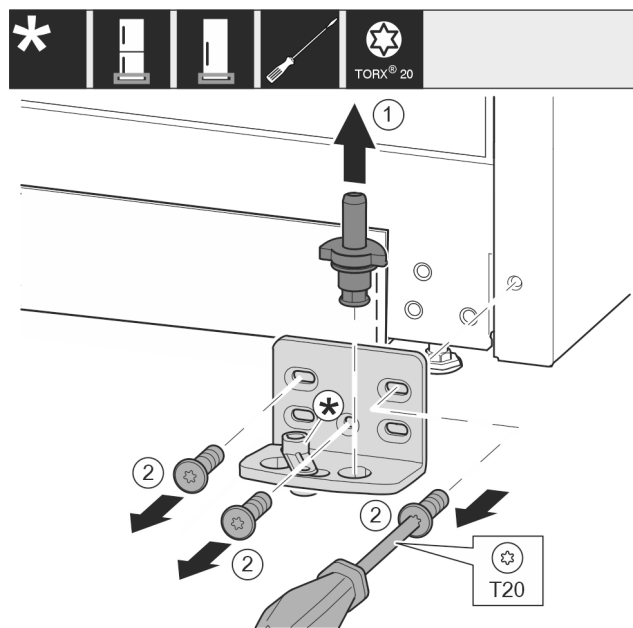

Fig. 44 *
- Ložiskový čep Fig. 44 (1) celý vytáhněte nahoru.*
- Šroubovákem vyšroubujte šrouby Fig. 44 (2) a sejměte stojan ložiska.*